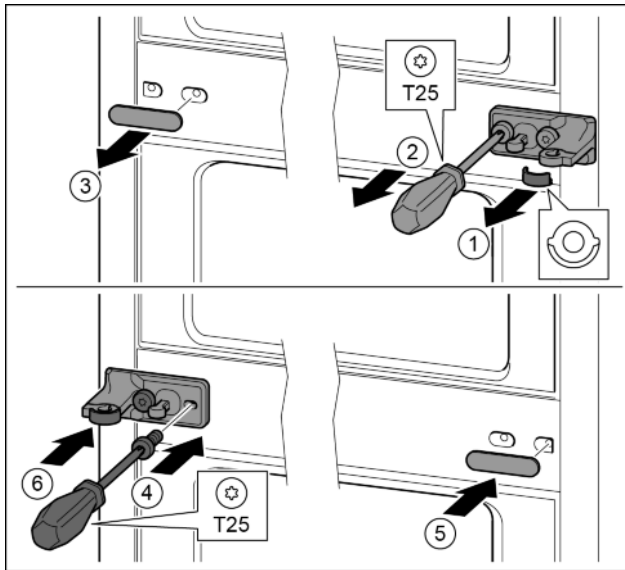

Fig. 14
- ▶ Scheibe abziehen. Fig. 14 (1)
- ▶ Schrauben mit Schraubendreher T25 herausdrehen. Fig. 14 (2)
- ▶ Abdeckung vorsichtig abziehen. Fig. 14 (3)
- ▶ Lagerbock mit Folie um 180° gedreht auf der anderen Seite fest anschrauben. Fig. 14 (4)
- ▶ Abdeckung um 180° gedreht auf der anderen Seite anbringen. Fig. 14 (5)
- ▶ Scheibe von vorn aufschieben. Fig. 14 (6)